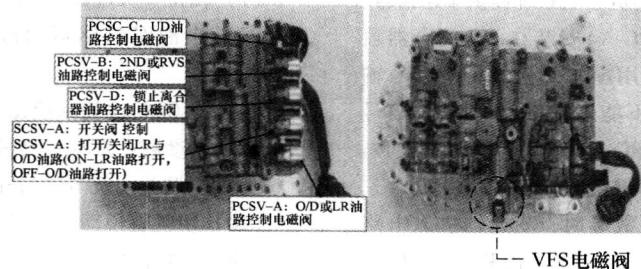

图 1-7 电磁阀
(2) 变速器控制阀体设有 6 个电磁阀，如图 1-7 所示，其中 5 个电磁阀为 PMW 型电磁阀，另一个为控股型电磁阀。